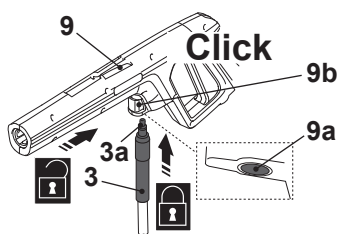

Fig. 2
1. Insira o conector (3a) da mangueira de pressão (3) na conexão da mangueira porta (9a) da pistola pulverizadora (9). Certifique-se de que se encaixa no lugar (Fig. 2). Pressione o botão para desaperar (9b) para destravar, se necessário.